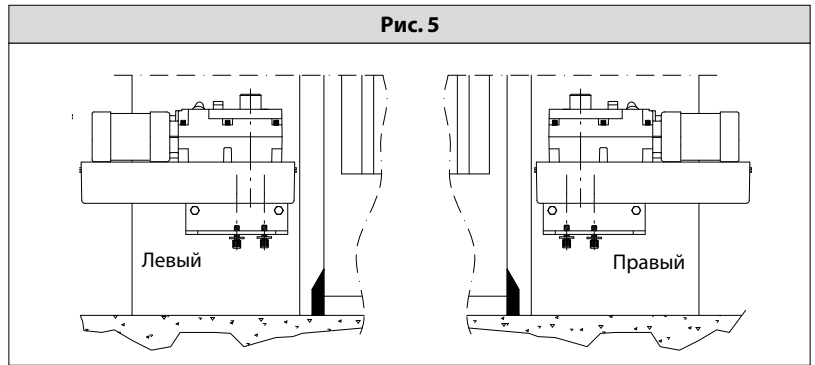

Рис. 6
- Соберите рычаг, как показано на Рис. 6.